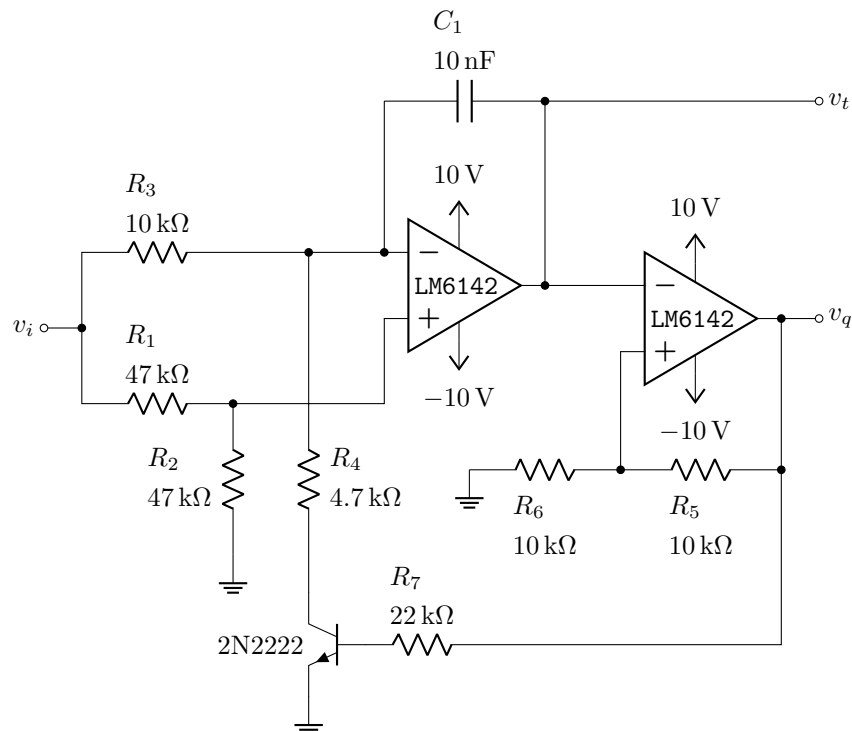

Figura 1: Oscilador Controlado por Tensão ou VCO
1. Implemente em bancada o circuito da Figura 1. O comparador por histerese controla - automaticamente - o transistor NPN, invertendo o sinal do ganho da integração sempre que a saída do integrador superar metade da tensão de saturação positiva ou negativa.
¹Consulte o texto “Capítulo 7 – Multivibradores e Osciladores” do Prof. Veronese (pags. 85 - 88) que demonstra a equação de um VCO semelhante ao da Figura 1. Na determinação da equação, considere $V_{i+} = V_{OM}/2$ e $V_{i-} = -V_{OM}/2$ com V_{OM} o valor máximo da saída de onda quadrada v_q (o valor de V_{OM} depende do amplificador operacional utilizado).